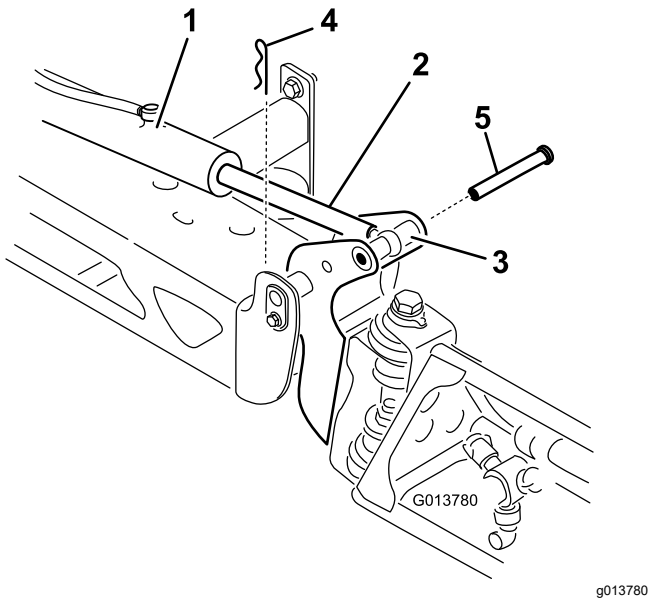

Figure 58
2. Retirez la goupille fendue de l'axe de pivotement (Figure 58).
3. Élevez la rampe et retirez l'axe (Figure 58), puis abaissez lentement la rampe au sol.
9. Tout en maintenant la rampe, insérez l'axe dans le pivot de rampe et la tige de vérin (Figure 58).